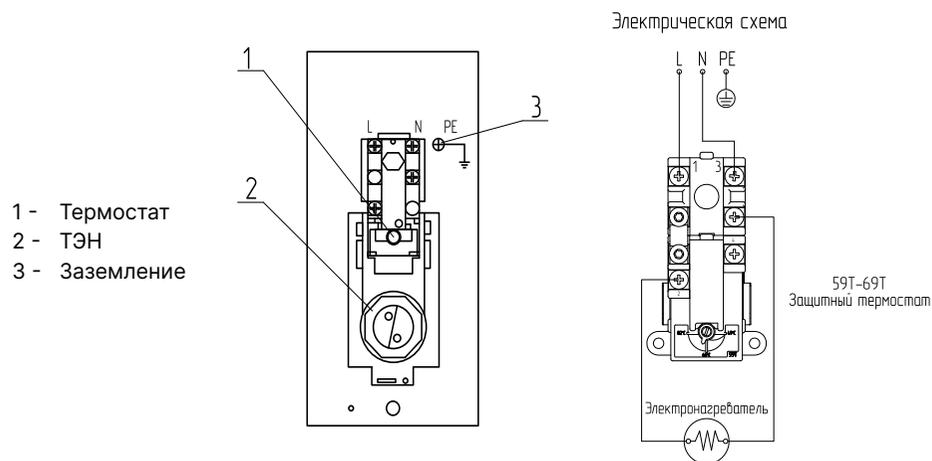

Рис.5 Электрические компоненты и схема подключения питания
Электрическое подключение к устанавливаемому электрическому нагревательному элементу (ТЭНу) (Рис.5, поз.2):
- Фазный провод L, нейтраль N и провод заземления PE источника питания должны быть правильно и надежно присоединены к термостату (Рис.5, поз.1) и проводу заземления (Рис.5, поз.3) водонагревателя;